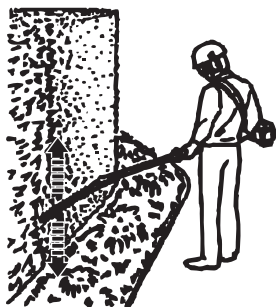

Fig. 27
1. Assurez-vous d'avoir retiré le protège-lame (16) et mis le bloc-batterie en place (32) avant l'utilisation.
5. Tenez toujours fermement le produit à deux mains, l'une sur le revêtement souple (7a) de la perche inférieure (7) et l'autre sur la poignée arrière (1). N'utilisez jamais ce produit à une seule main.
7. Commencez par couper les côtés, du bas vers le haut. Cela permet d'éviter que les résidus de coupe ne tombent sur le sol de la zone qui reste à couper (Fig. 27).